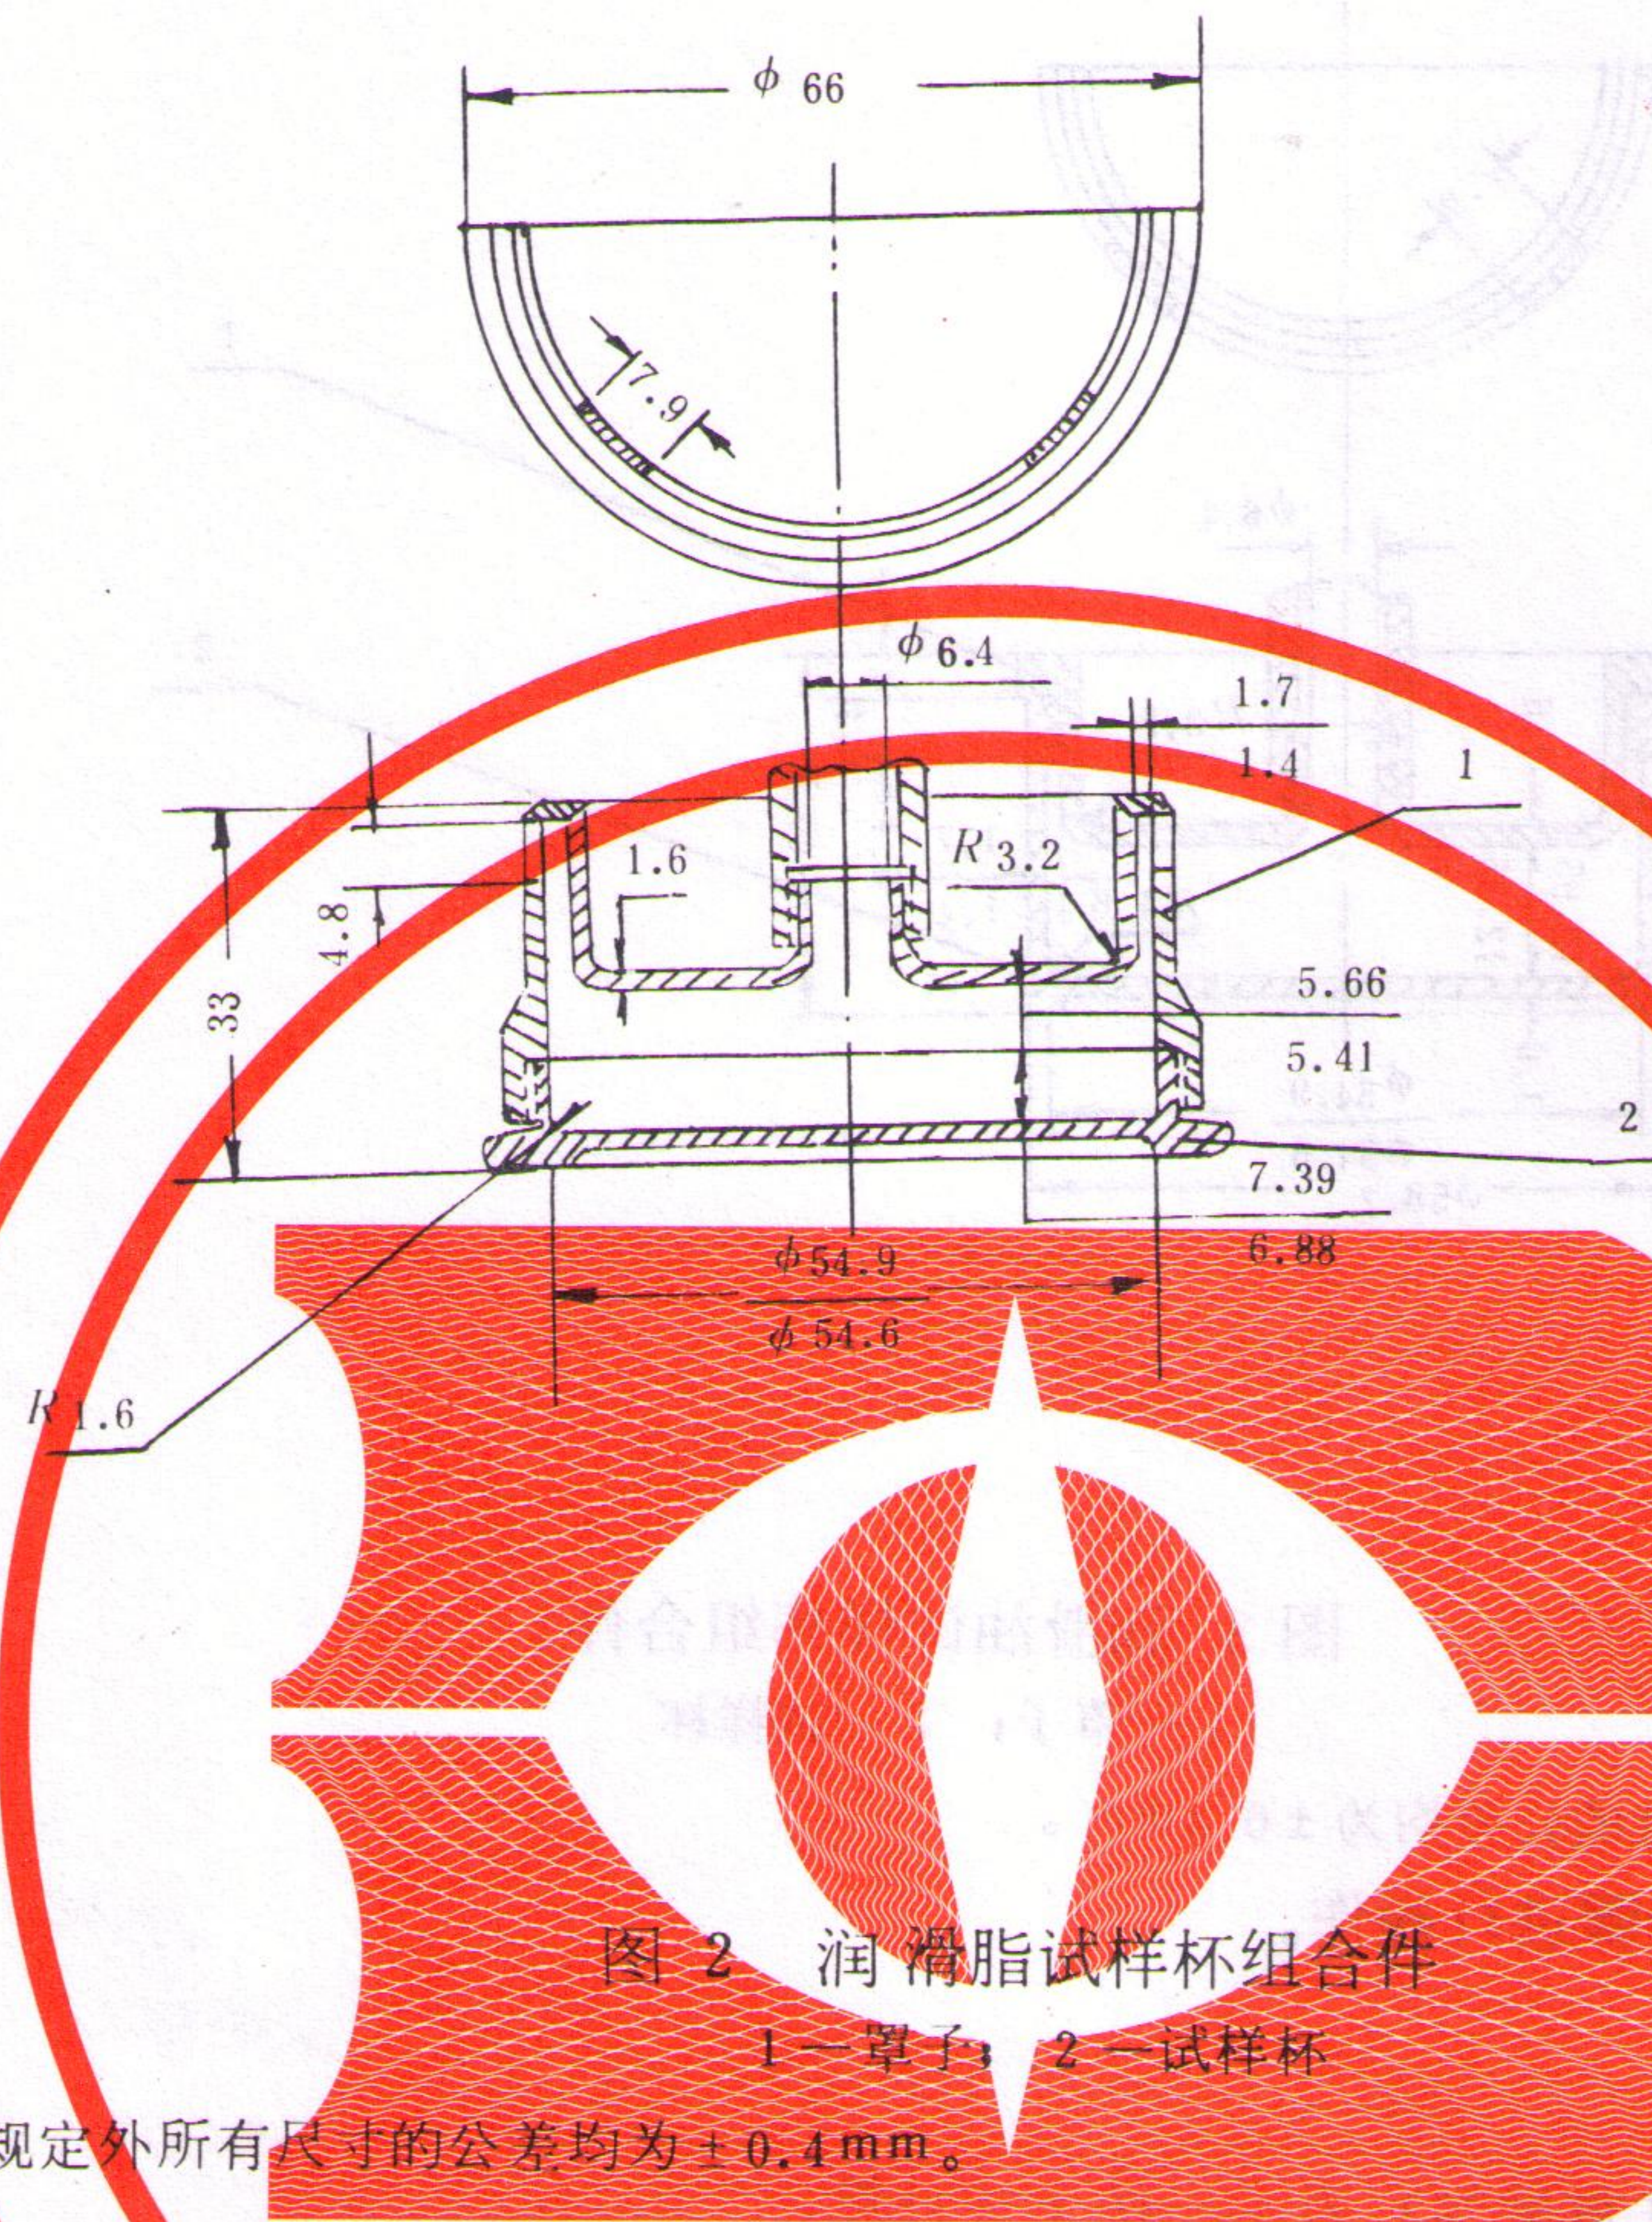

图 2 润滑脂试样杯组合件
**3.1** 称量洗净的试样杯和罩子（图2所示）精确至1mg。取掉罩子，将脂杯填满润滑脂，操作中应小心，以防空气混入，用直边刮刀刮润滑脂使和脂杯边缘相平，用干净的棉纱擦掉留在脂杯边缘或螺纹处的润滑脂，把罩子紧密地拧到脂杯上而不要触动已刮平的润滑脂表面。称量组合件并记录试样的净重，精确至1mg。